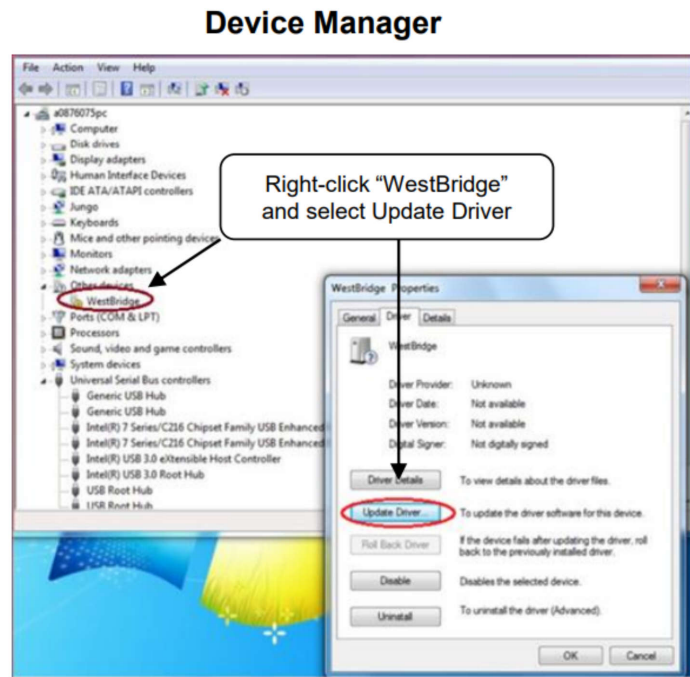
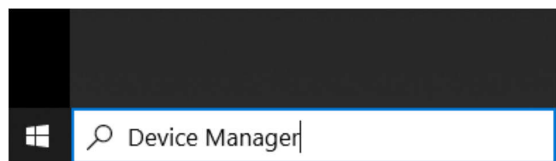

图 3-3. 打开设备管理器
图 3-4. 使用设备管理器更新驱动程序
3. 打开 Windows® 设备管理器，在设备管理器窗口中右键单击 **WestBridge** 文件夹，然后选择 **更新驱动程序** 按钮（如图 3-3 所示）。请参阅图 3-4。